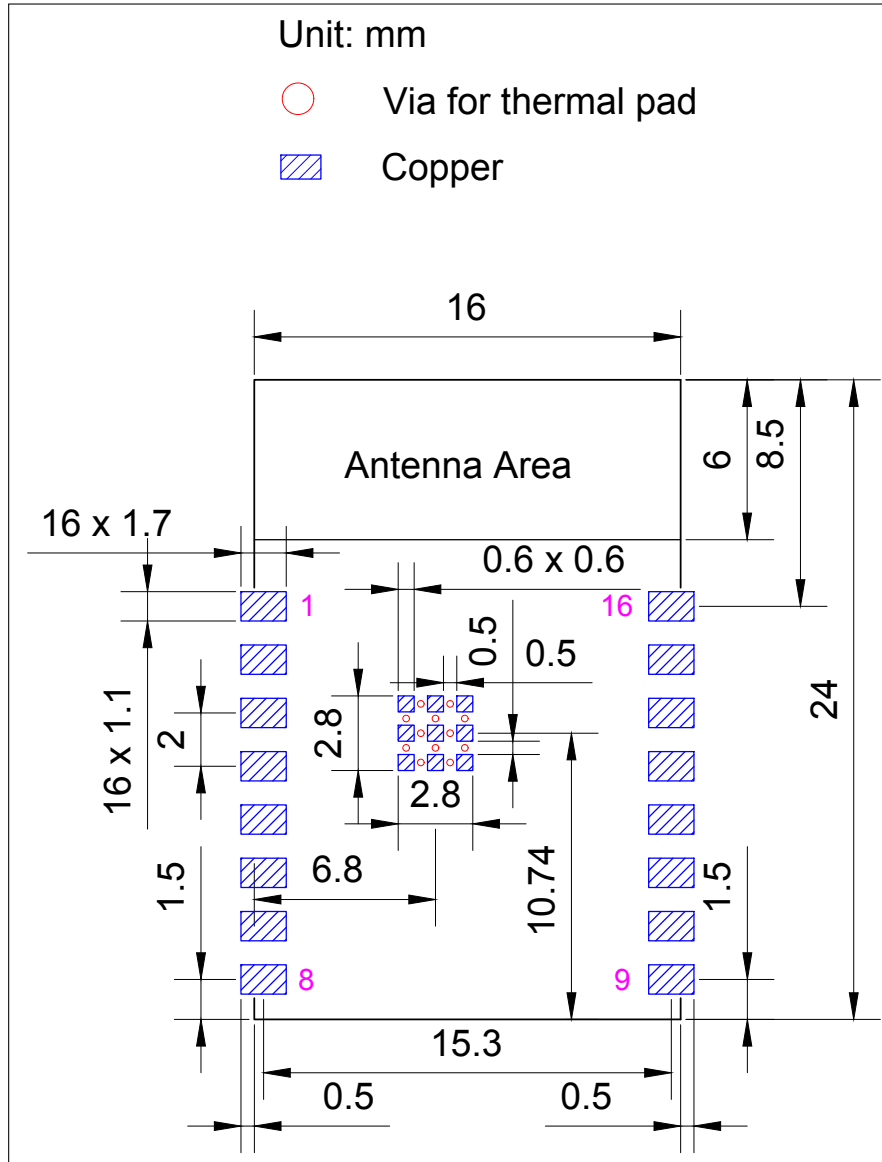

图 11-1. 推荐 PCB 封装图形
- 推荐 PCB 封装图，标有 PCB 设计所需的全部尺寸。详见图 11-1 推荐 PCB 封装图形。
- 推荐 PCB 封装图的源文件，用于测量图 11-1 中未标注的尺寸。您可用 Autodesk Viewer 查看 ESP8685-WROOM-04 的封装图源文件。